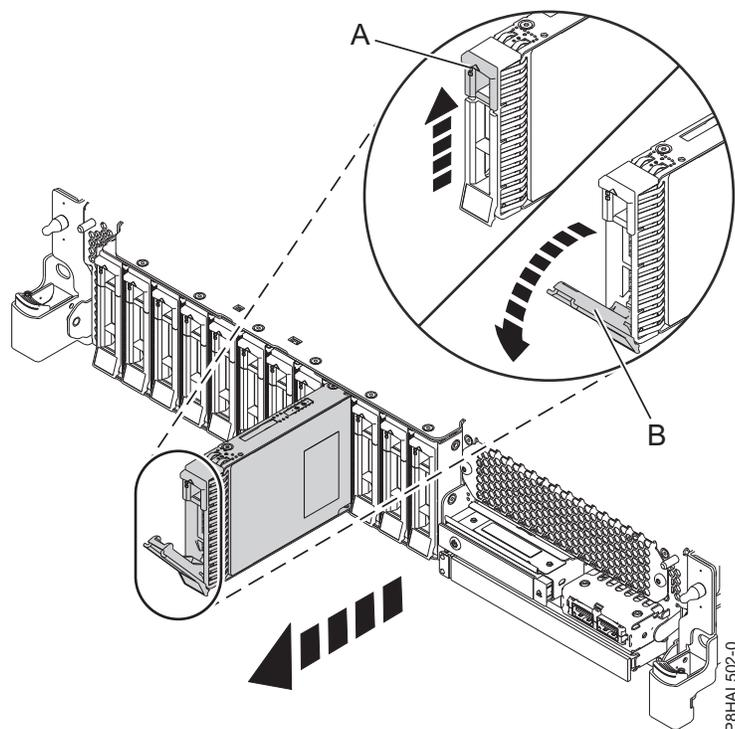
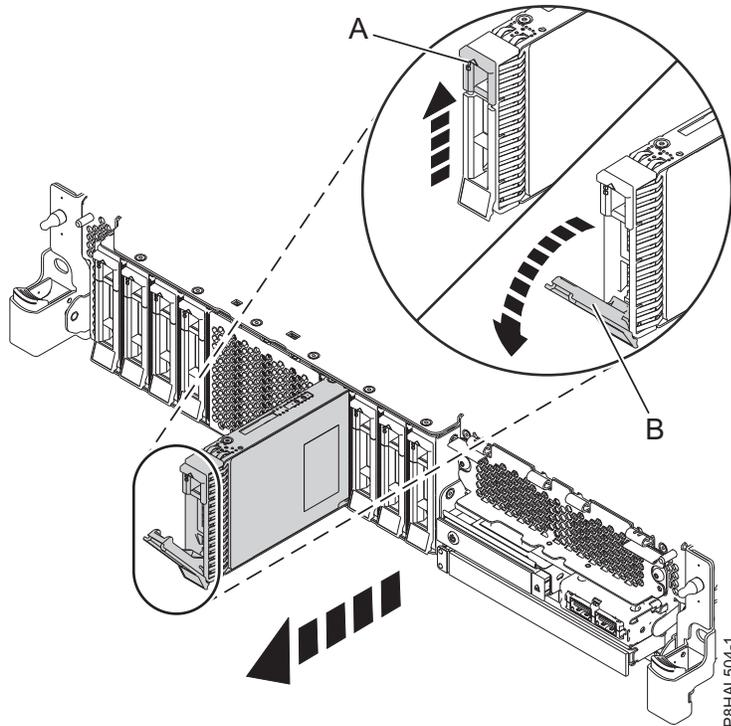

図 50. 基本機能 システムからのディスク・ドライブの取り外し
図 51. 拡張機能 システムからのディスク・ドライブの取り外し
3. 識別 LED が点灯したら、ハンドル・ラッチ (A) を押して、手前に引き、ドライブ・ベイ・ハンドル (B) をアンロックします。図 50 および 57 ページの図 51。ハンドルが完全に引き出されていないと、ソリッド・ステート・ドライブをスライドさせてシステムから引き出すことができません。